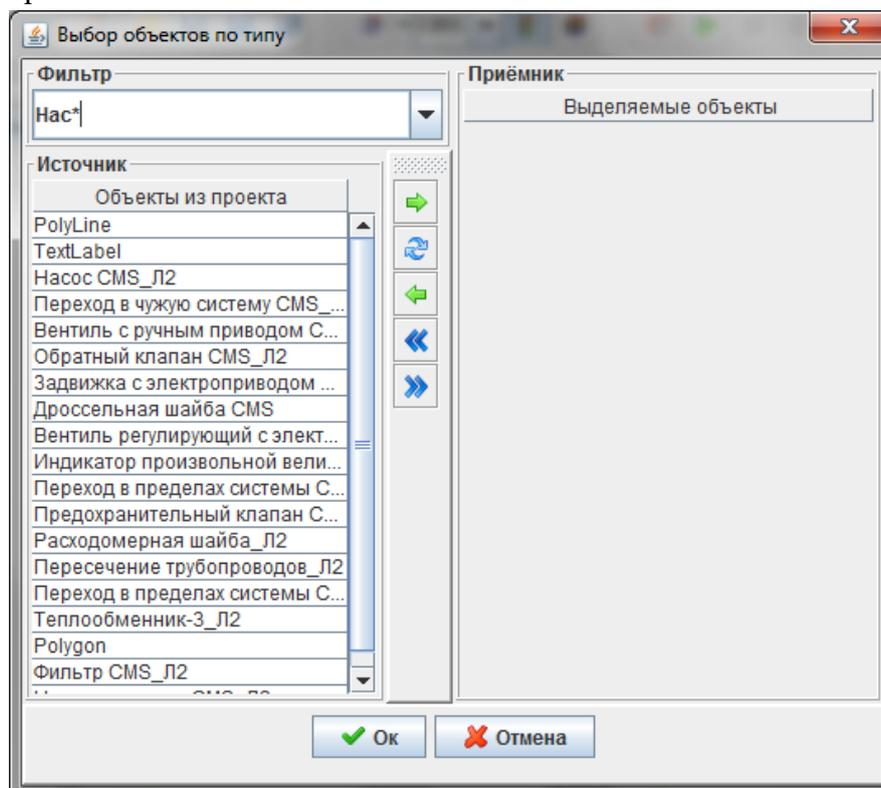

Рисунок 15 – Окно «Выбор объектов по типу»
- появится окно «Выбор объектов по типу» (Рисунок 15 –).